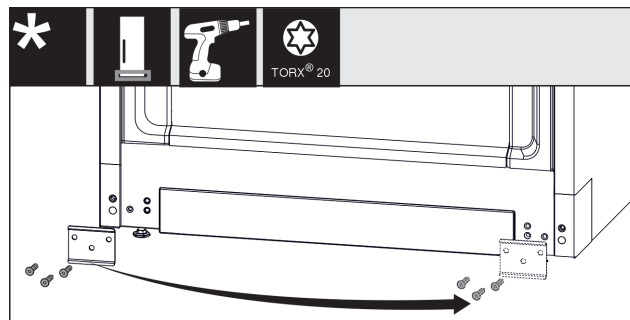

Fig. 12
- ▶ Отвийте листа, обърнете я на другата страна и го завинтете отново. Fig. 12 (1)
- ▶ Поставете капака отново върху другата страна. (1)